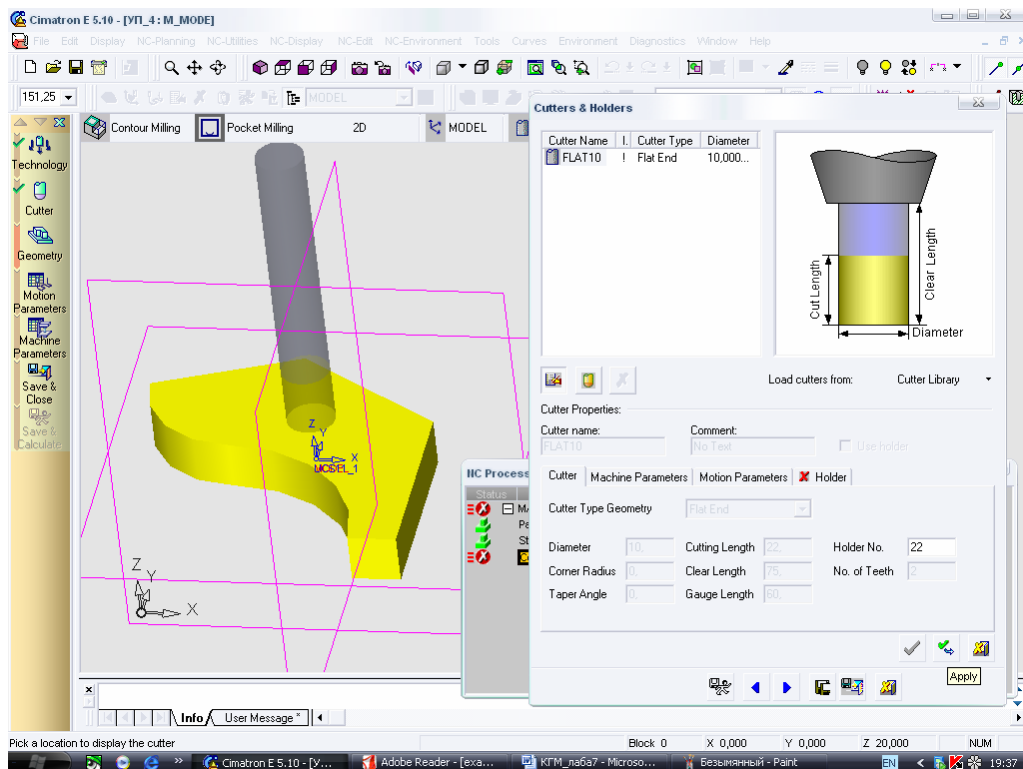

Рисунок 21 - Подтверждение выбора инструмента для обработки
8.2. Выбор инструмента. Для перехода к этому шагу достаточно нажать на кнопку Next Step с синим треугольником в окне Technology или нажать на кнопку Cutter (Инструмент) панели проводника процедур. Открывается окно Cutters & Holders (рисунок 21), подтверждаем выбор инструмента нажатием Apply и нажимаем кнопку Next Step.